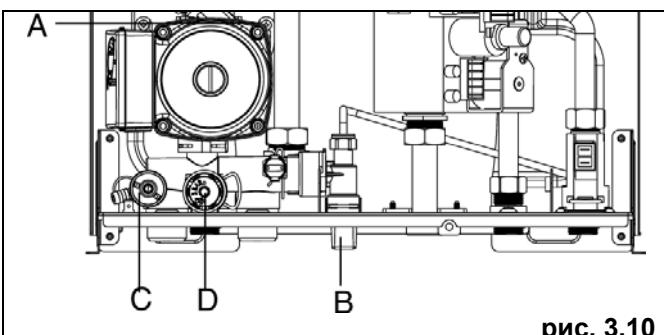

рис. 3.10
- открутите на два или три оборота крышку автovоздушника (A) (рис. 3.10)
- откройте кран для заполнения системы (B) и держите его открытым до тех пор, пока давление на манометре, не достигнет значения от 1 до 1,5 бар.